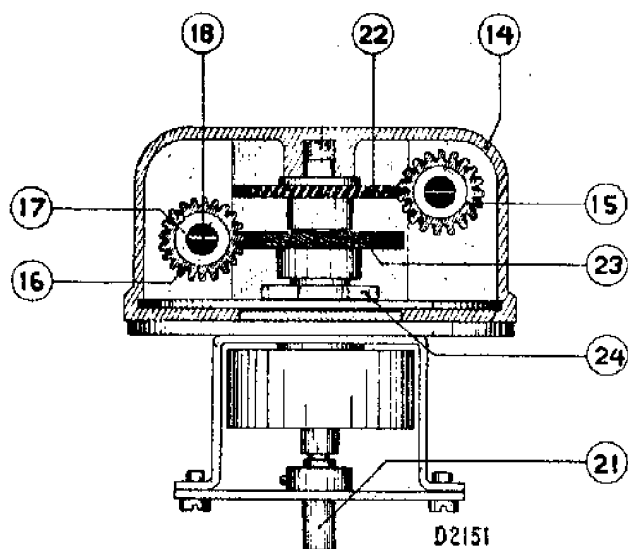

Fig. 9
2. Deksel wegnemen en as met schroefwiel (fig. 9, n^o. 21, 22) verwijderen.
3. Schroefwiel (23) losnemen waarna potentio-meter met moer (24) los gedraaid kan worden.